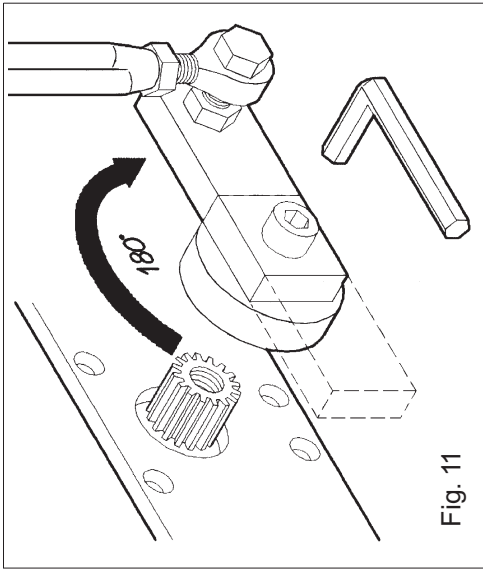

Fig. 11
- 1) Estrarre la leva motore (fig. 11)
- 1) Extraire le levier moteur (fig. 11)
- 1) Extraer la palanca motor (fig 11)
- 1) Pull out the motor lever (fig. 11)
- 1) Den Motorhebel herausnehmen (Abb. 11)